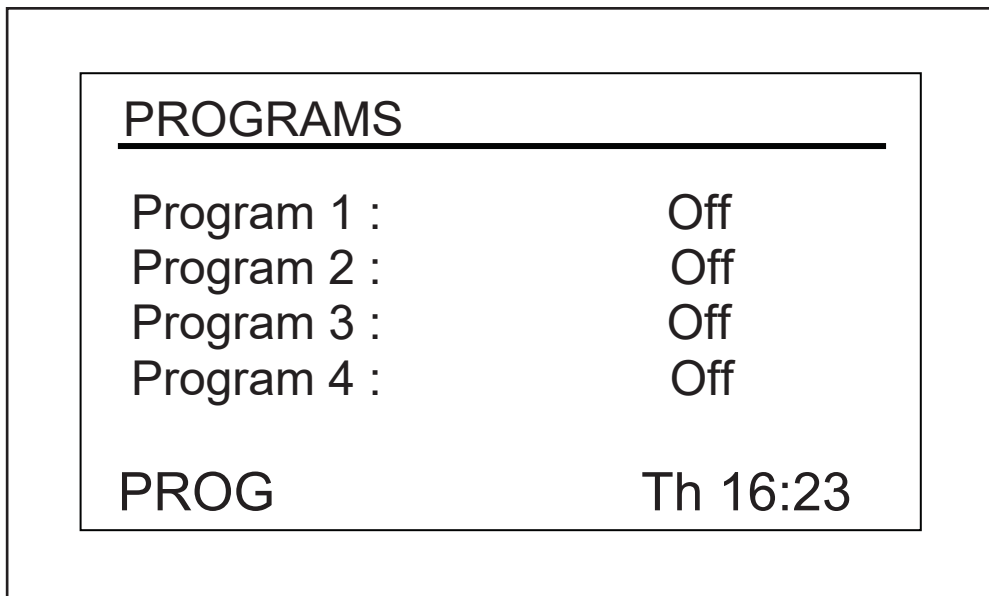

Abb. 9-10: Programmbildschirm (PROG)
Um in den Programmiermodus zu gelangen, wählen Sie mit dem Bedienknopf den Programmbildschirm (*PROG*) (siehe Abb. 9-10 auf S. 61). An dieser Stelle können Sie ein Programm ausführen (*Run*), bearbeiten (*Edit*), neu erstellen (*New*) oder ausschalten (*Off*). *Off* ist der Standardmodus.
1. Drehen Sie den Bedienknopf, bis der Modus von "Program 1" markiert ist (in unserem Beispiel-Bildschirm (siehe Abb. 9-10 auf S. 61) lautet der Modus *Off*). Drücken Sie anschließend den Knopf.